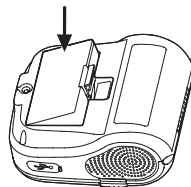
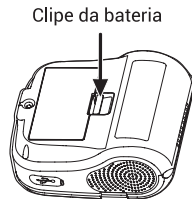

Figura 1
Figura 2
2. De acordo com a Figura 1, insira a bateria no compartimento na parte traseira da impressora, na direção da seta. Pressione a bateria até que esta encaixe no lugar, como mostra a Figura 2.
3. De acordo com a Figura 2, ao retirar a bateria, abra o clipe da bateria seguindo os passos pela ordem inversa.